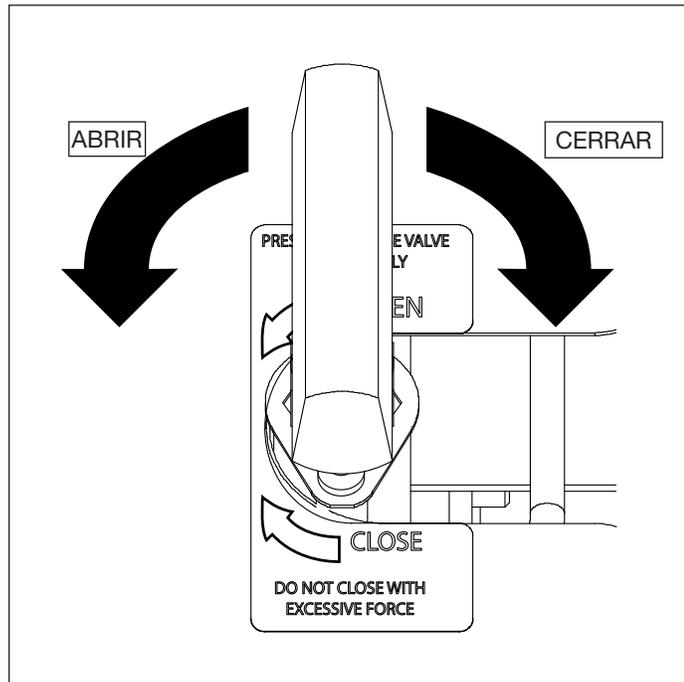

Figura 4, Válvula de alivio de presión manual
1. Gire la palanca de la válvula de alivio de presión manual en sentido antihorario hacia la posición de apertura para aliviar la presión. Consulte la Figura 4.
2. Compruebe que el manómetro indique cero (0) psi/bar.